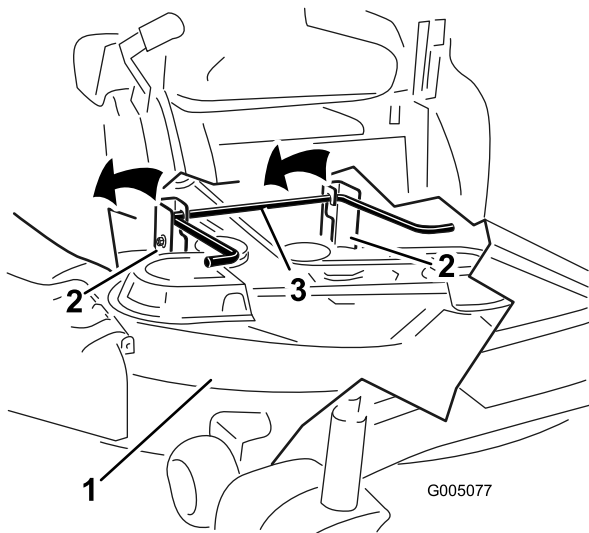

Figura 76
7. Levante a plataforma de corte e os suportes de suspensão afastando da haste de elevação traseira e baixe o cortador cuidadosamente até ao chão (Figura 76).